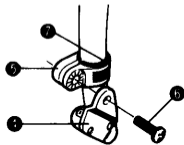

Abb. 8
- (2) Den Sensor rechts an der Vordergabel befestigen. Entweder das kleine oder große Sensorband mit dem 1mm- oder 2mm starken Gummipolster entsprechend dem Rohrdurchmesser Ihres Fahrrades verwenden. (Abb. 8)